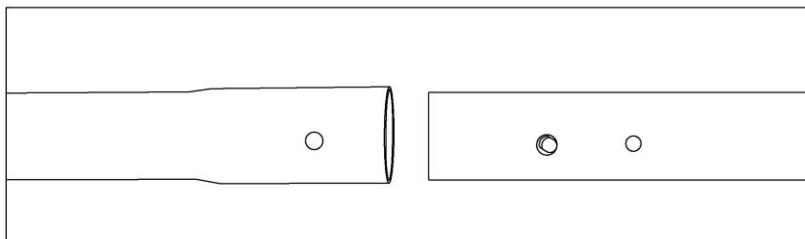

Рис. 9
- Возьмите трубку «со стороны шланга» и вставьте её в нижнюю трубку («со стороны насадки») (рис. 9).